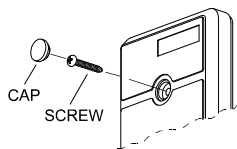

图 2. 前盖安装
除去外盖的螺丝 (图. 2) 并摘下外盖。
H. 将前盖用螺丝拧紧 (图. 2).